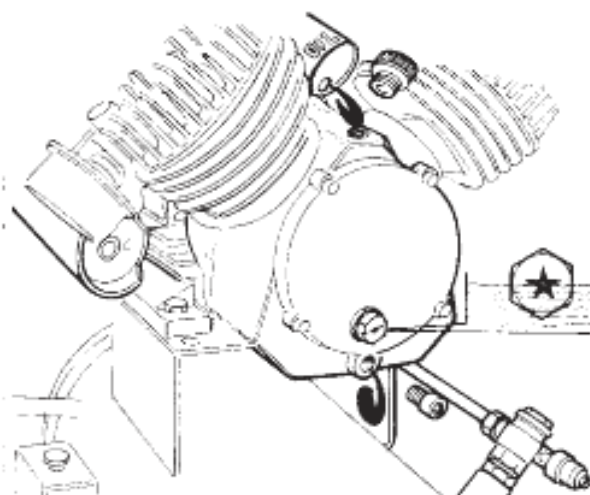
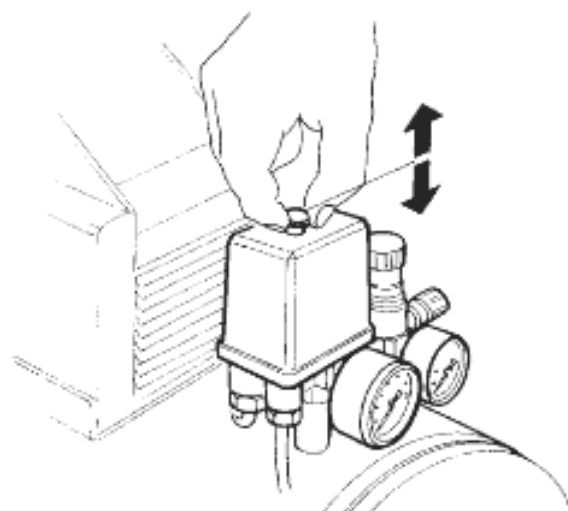

fig. 3.1
fig. 5
- veiller à ce que le bouton situé sur le pressostat (**fig. 5**) soit dans la position de repos “OFF-0”.
Après avoir effectué les susdits contrôles, enfoncez la fiche dans la prise de courant et amorcez le compresseur en appuyant sur le bouton du pressostat jusqu'à la position “ON-1” (**fig. 5**). Pour arrêter le compresseur, appuyez sur le même bouton, jusqu'à la position “OFF-0” (**fig. 5**). Dans les modèles CHB, contrôlez le niveau de l'huile moyennant le bouchon transparent le point rouge au centre du bouchon indique le niveau idéal (**fig. 3.1**).
Le fonctionnement du compresseur est réglé par l'action directe du pressostat (**fig. 5**) qui débranche l'alimentation du réseau du moteur lorsque la pression à l'intérieur du réservoir atteint la valeur programmée sur le pressostat (**15 bar**). Il la rebranche lorsque la pression atteint une valeur de quelque **2 bars** de moins par rapport à la pression d'exercice.